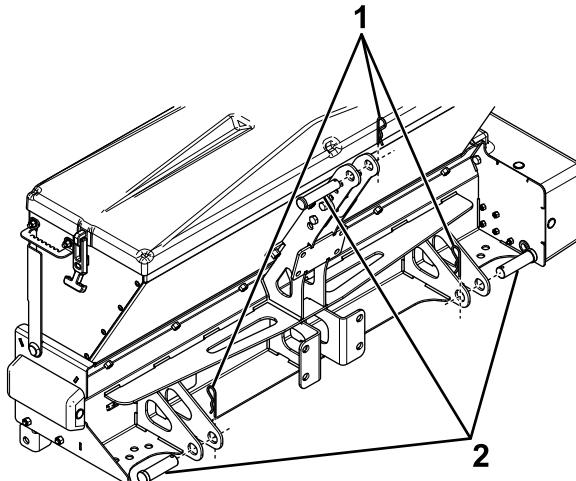

图 23
2. 将拖拉机缓慢行驶至撒布机并放下提升臂使它们与提升销支架对齐 图 23。
3. 用 2 个柱销 $\frac{7}{8}$ 英寸和开口销将撒布机提升销支架固定至拖拉机 图 23。
4. 将撒布机向后倾斜用柱销 $\frac{3}{4}$ 英寸和开口销将连接杆支架固定至拖拉机连接杆 图 23。